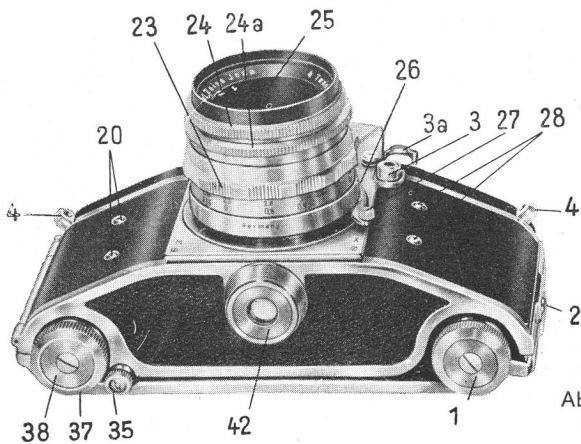

Abb. 4
- 1 = Drehknopf zum Öffnen der Kamerarückwand (s. auch Abb. 4)
Objektiv (25) ist auswechselbar: Rasthebel (27) (Abb. 4) zum Objektiv hin drücken, Objektiv nach links drehen, bis sich rote
Aufnahmematerial: perforierter Kleinbildfilm 35 mm Breite. 1,60 m Film gibt 36 Aufnahmen 24/36 mm.— Rückwand öffnen. Rückspulknopf (37) herausziehen. Patrone oder Kassette mit unbelichtetem Film in Kammer (39) einsetzen. Rückspulknopf (37) am äußeren Ring zurückdrücken und dabei etwas drehen (**nicht** die mittlere Druckscheibe (38) (Abb. 4) in den Knopf **hineinschieben!**). Filmanfang über die Filmgleitschienen (32) zur Aufwickerspule (29) hinüberführen und unter die Klemmfeder der Aufwickerspule (29) stecken. Schichtseite des Films dem Objektiv zugewandt. Aufwickerspule (29) kann zum Befestigen des Films auch herausgenommen werden. Beim Wiedereinsetzen hat der Mitnehmer des Filmtransporthebels (6) den Steg des Spulenkerns zu fassen. Die Zähne der Zahntrommel (31) müssen gut in die Perforation des Filmbandes eingreifen. Rückwand schließen. Jetzt zwei Blindaufnahmen: Hebel (6) bis zum Anschlag bewegen, dann auslösen (1. Blindaufnahme). Hebel (6) nochmals bis zum Anschlag und auslösen (2. Blindaufnahme). Hebel (6) bis zum Anschlag: ein unbelichteter Filmabschnitt liegt jetzt im Bild-